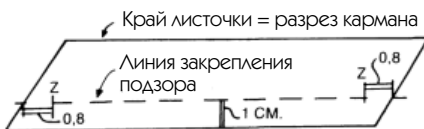

Рис. 510
3. На этом лекале проведите линию закрепления подзора (от Z до Z). На рис. 510 показана часть этой операции, объясненная ранее (для рис. 493). Однако будьте внимательны, 0,8 см нужно отложить на линии, где вы проведете точки Z.